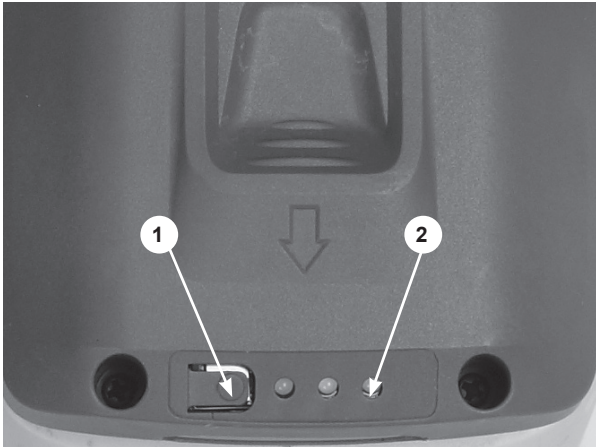

Рис.2
Для проверки уровня заряда аккумуляторной батареи необходимо нажать кнопку (1) Рис.2